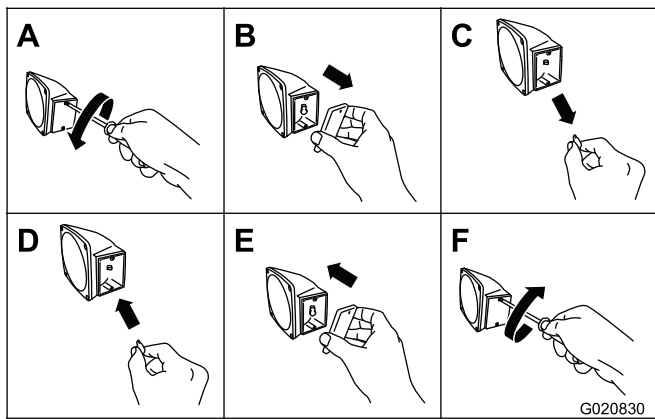

Figura 63
- Utilice un destornillador para retirar los 2 tornillos de la lente rectangular pequeña del lateral de la luz (Figura 63).
2. Retire la lente (Figura 63).
3. Retire la lámpara del zócalo (Figura 63).
4. Instale una lámpara nueva del tipo especificado en el zócalo (Figura 63).
5. Instale la lente y los 2 tornillos (Figura 63).